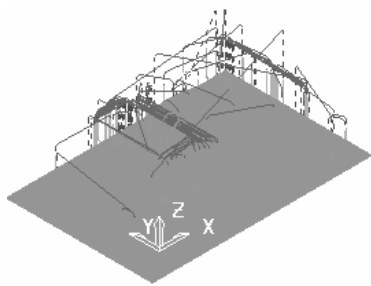

图 2-183 生成的刀具路径
7) 在“陡峭和浅滩精加工”对话框中单击“计算”按钮和“接受”按钮，确定参数并退出对话框，生成的刀具路径如图 2-183 所示。